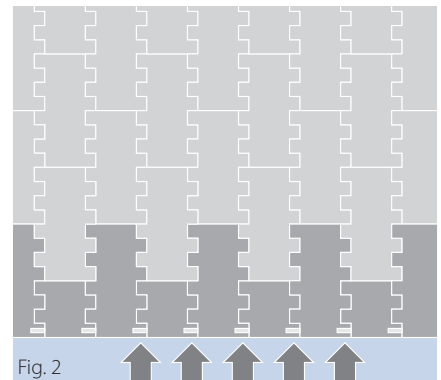

Fig. 2
- Colocar correctamente los perfiles y los módulos de los márgenes. En las series 5 y 7, las barras de acoplamiento se enclavan con grapas. Los módulos de los márgenes deben colocarse de modo que los cierres de las grapas queden mirando hacia fuera (fig. 2). En la serie 5 (banda para curvas), los módulos de los márgenes son distintos a derecha e izquierda, y pueden estar provistos de placas laterales.